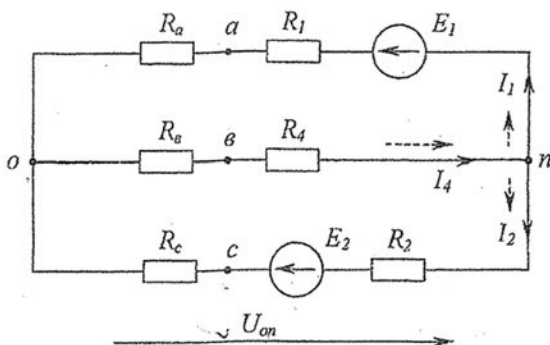

Рис. 14
В результате преобразований получена двухузловая схема рис. 14
Рассчитываем проводимости ветвей схемы рис. 14:
Возвращаясь к схеме (рис. 14)
3.2. Токи в ветвях схемы (рис. 14) определяют по обобщенному закону Ома: